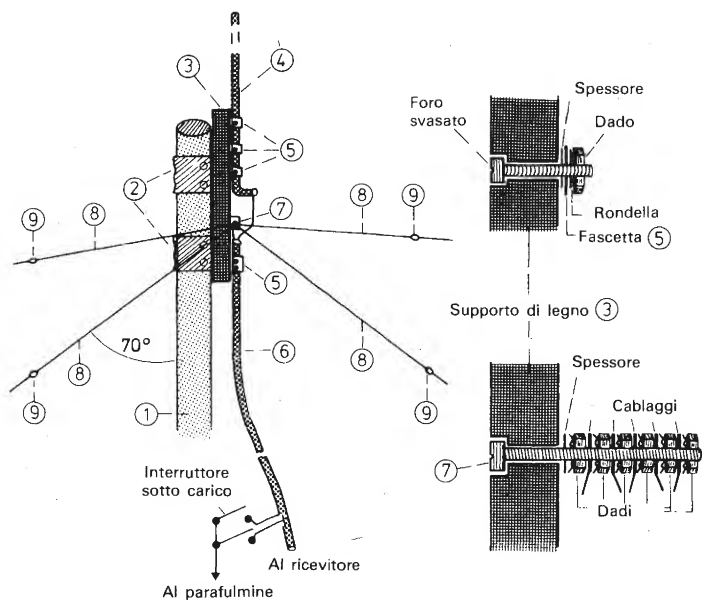

Fig. 2.6. Costruzione dell'antenna *home made*.
Si deve tener presente anche che l'antenna va installata ad una certa distanza dai fili del telefono o da eventuali cavi dell'alta tensione. La distanza da scegliere è quella che non permette all'antenna, se per caso questa si spezza, di andare a toccare i fili del telefono o i cavi dell'alta tensione: è sufficiente che vi sia una distanza di almeno 5 m tra l'antenna e i cavi. La Fig. 2.6 mostra le varie parti dell'antenna  $\lambda/4$ . Il tutto è costituito da un palo d'antenna
(1), alla cui estremità superiore è fissato il supporto dell'antenna (3). A questo ultimo è fissato lo stilo dell'antenna (4); vi sono ancorati anche i quattro radiali (8). Il cavo coassiale (6) (a causa della bassa attenuazione introdotta è adatto il tipo RG 213 U, con impedenza di  $50 \Omega$ ) ha il compito di far giungere il segnale d'antenna all'ingresso del ricevitore. Ulteriori particolari per quanto riguarda il sistema di fissaggio dello stilo e dei radiali, si possono desumere dalla Fig. 2.6.
**Elenco dei materiali per il montaggio di Fig. 2.6:**
- (1) Palo d'antenna di ferro zincato,  $\varnothing 1\frac{1}{2}$ ", lunghezza 3 m
- (2) Fasce di fissaggio con viti M 8 x 30, spessori, rondelle e dadi
- (3) Supporto in legno compensato 150 x 100 x 20 mm verniciato ed impermeabilizzato
- (4) Stilo d'antenna: tubo di alluminio, 8 x 1 mm, lunghezza 2,65 m
- (5) Fasce di fissaggio con viti M 6 x 20, spessori, rondelle e dadi
- (6) Cavo coassiale RG 213 U, 50  $\Omega$ , di lunghezza opportuna
- (7) Vite in ottone M 6 x 40 con dadi in ottone
- (8) 4 radiali, filo di rame  $\varnothing 2$  mm, ciascuno lungo 2,8 m
- (9) 4 isolatori in plastica o in porcellana